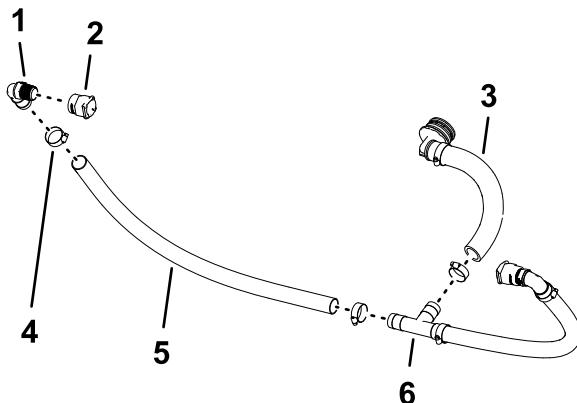

Figura 90
2. Montate il raccordo ad attacco rapido (presa - ¾") sul raccordo dentellato a 90° (1" x ¾" NPT), come illustrato nella Figura 90.
3. Montate il raccordo dentellato a 90° (1" x ¾" NPT) nel flessibile (1" x 26") e fissate il flessibile al raccordo con una fascetta stringitubo (Figura 90).
4. Montate l'estremità libera del flessibile sul raccordo a T come illustrato nella Figura 90 e fissate il flessibile al raccordo con una fascetta stringitubo.
6. Montate il gruppo raccordo dentellato a 90° e flessibile sul raccordo a T e fissate il flessibile al raccordo con una fascetta stringitubo (Figura 90).